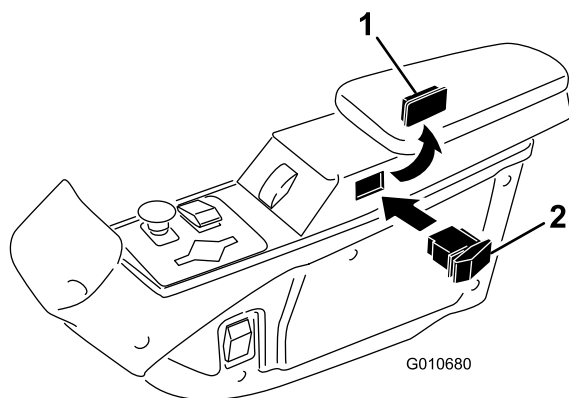

Figura 8
1. Rimuovete il tappo dal foro presente sul lato operatore del bracciolo di comando (Figura 8).
2. Inserite l'interruttore nel foro (Figura 8). Posizionate l'interruttore facendolo oscillare in avanti per innestarlo.